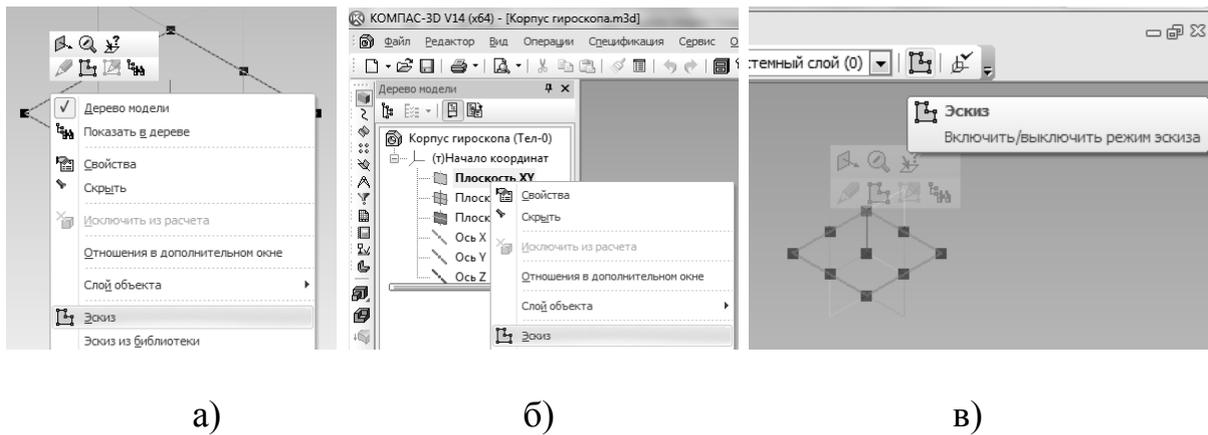

Рис. 11. Построение эскиза на плоскости: а – из рабочей области, б – из дерева модели, в – из инструментальной панели
7. После того, как плоскость выбрана, необходимо создать в ней эскиз. Это можно сделать: нажав правой кнопкой мыши на плоскости и выбрав пункт «Эскиз» (рис. 11, а), нажав на соответствующей плоскости в дереве модели правой кнопкой мыши, и выбрав пункт «Эскиз» (рис. 11, б), нажав, предварительно выделив плоскость, пиктограмму «Эскиз» на инструментальной панели (рис. 11, в)
На первом эскизе осталось сделать фаски и скругления, для этого необходимо в дереве построения выделить эскиз, нажать правую кнопку мыши и выбрать пункт «Редактировать» (рис. 36). Кнопки «фаска» и «скругление» находятся друг под другом (рис. 37, а, б) в наборе инструментов «Геометрия», который включается автоматически при редактировании эскиза. Для того чтобы выполнить фаску или скругление, необходимо нажать соответствующую кнопку, указать в панели свойств размер фаски/скругления и щелкнуть на две линии, между которыми выполняется фаска/скругление поочередно. Выход из операции — Esc. Отмена — Ctrl + Z. Для того чтобы вернуться в трехмерную модель, необходимо нажать кнопку «Эскиз» на инструментальной панели (см. рис. 11, в). Результат выполнения операций фаска/скругление представлен на рис. 38, а, б. Раз-